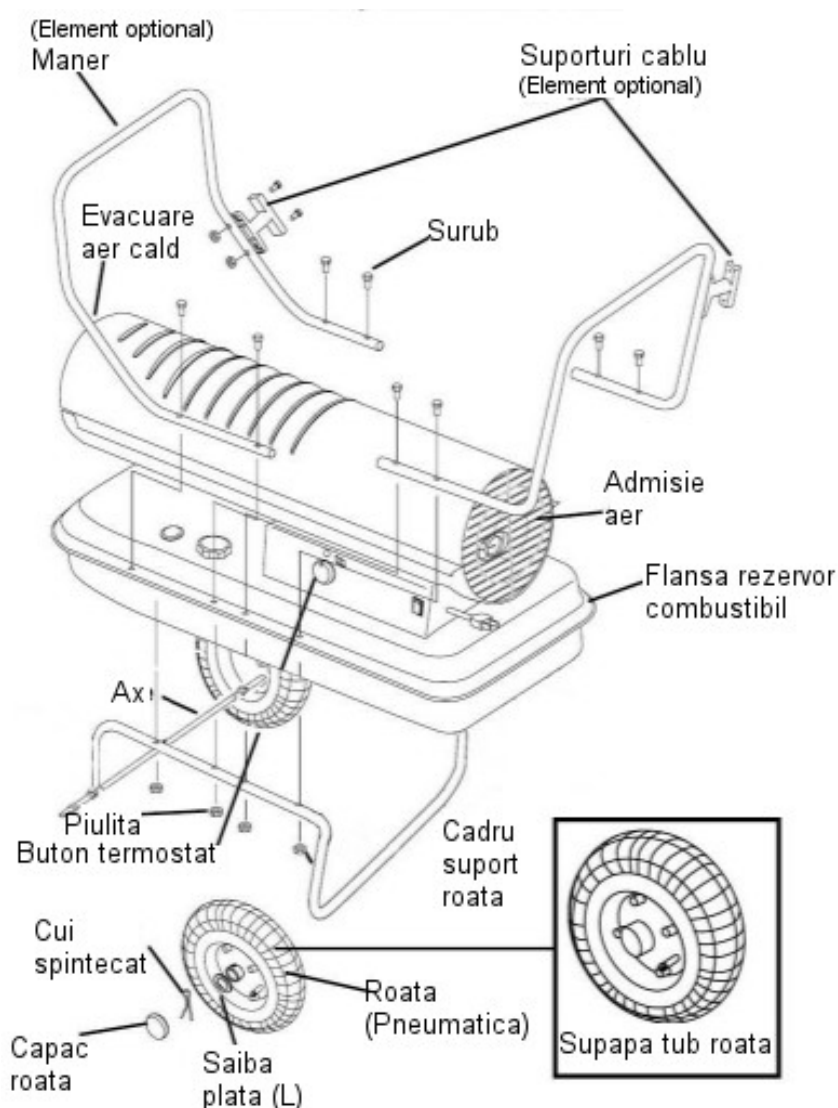

Figura 7. Asamblarea modelelor ZB-K125/K175/K215
1. Introduceti axul prin gaurile pentru roti de la cadrul suport. Introduceti bucsa rotii si saiba plata (A) la fiecare capat al axului.
2. Introduceti rotile pe ax, asigurandu-va tija supapei (daca este pneumatic) este in exterior (a se vedea Figura 7).
3. Introduceti saibele plate (B) pe ax, pe langa orificiul mic. Introduceti cuiul spintecat in gaura axului si indoiti capetele cuiului cu ajutorul clestelui.
6. Luati manerul din fata si aliniati gaurile de fixare la cele de la rezervor / cadru roti. Introduceti un surub (A) si fixati cu o piulita. Repetati aceasta operatie si pentru celelalte 3 gauri. Strangeti foarte bine cele 4 suruburi si piulite.
1. Aliniati gaurile de la suport cu cele de pe maner din fata. Introduceti suruburile (B) si prindeti cu piulite, dupa care strangeti bine (a se vedea Figura 7).